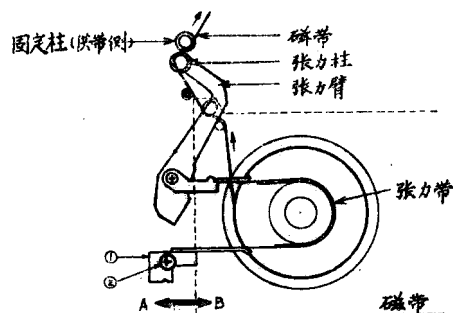

图28
在图28中，稍微松开螺钉②，再向箭头方向B移动张力带弯角①，然后重新紧固螺钉②。
在图28中，稍微松开螺钉②，并向方向A移动张力带弯角①，重新紧固螺钉②。